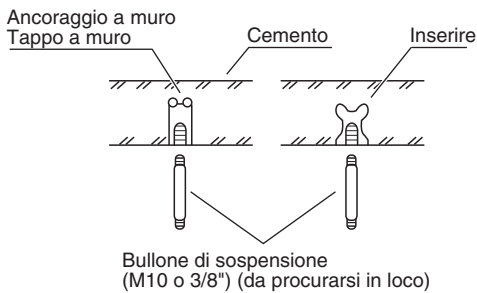

Fig. 3-3
- Inserire i bulloni di sospensione (Fig. 3-3) oppure
- (2) Avvitare i bulloni di sospensione, permettendo loro di protendere dal soffitto (Fig. 3-3). (Se necessario, tagliare il materiale.)